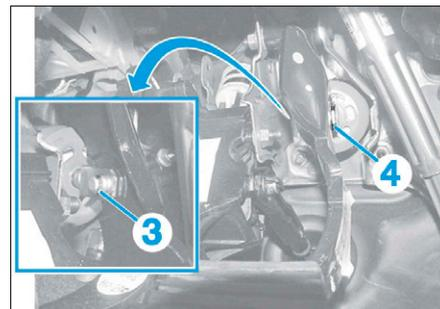

FIG. 20
- l'anneau (3) (Fig.20),
- l'agrafe (4).